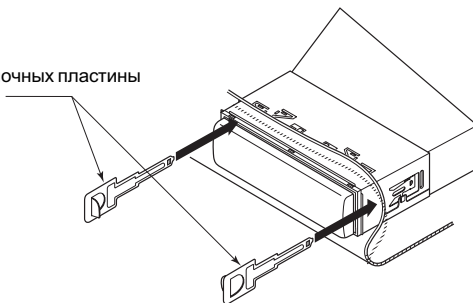

Рис. 15
4. Потянув на себя съемные пластины, извлеките основной блок (см. рис. 15).